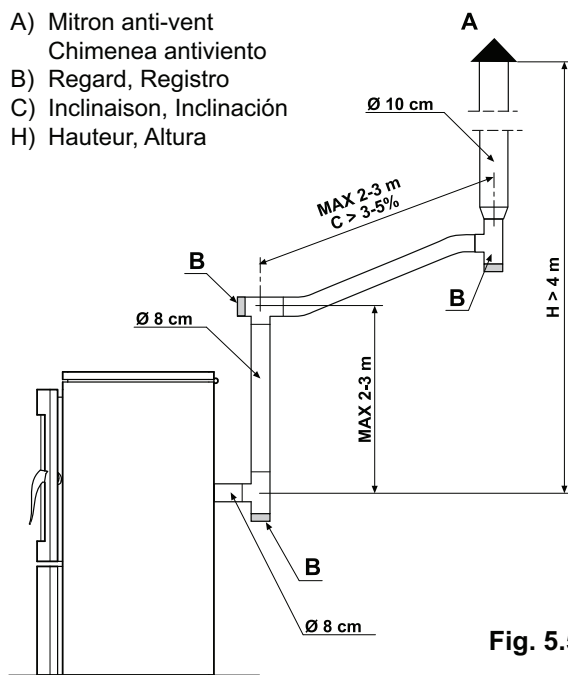

Fig. 5.5.1
- Les tuyaux à utiliser pour l'évacuation des fumées doivent être rigides, en acier aluminé peint (épaisseur minimum 1,5 mm) ou en acier inox (épaisseur minimum 0,5 mm) d'un diamètre nominal de 8 cm avec garnitures (jusqu'à 5 mètres de longueur) ou de 10 cm (en cas de longueur supérieure à 5 mètres) - (Fig. 5.5.1).
- Los tubos a utilizar para la evacuación del humo deben ser rígidos en acero aluminoso barnizado (espesor mínimo 1,5 mm) o en acero inox. (espesor mínimo 0,5 mm) con diámetro nominal de 8 cm y juntas (hasta 5 metros de recorrido) o de 10 cm con juntas (para recorridos de más de 5 metros) (Fig. 5.5.1).